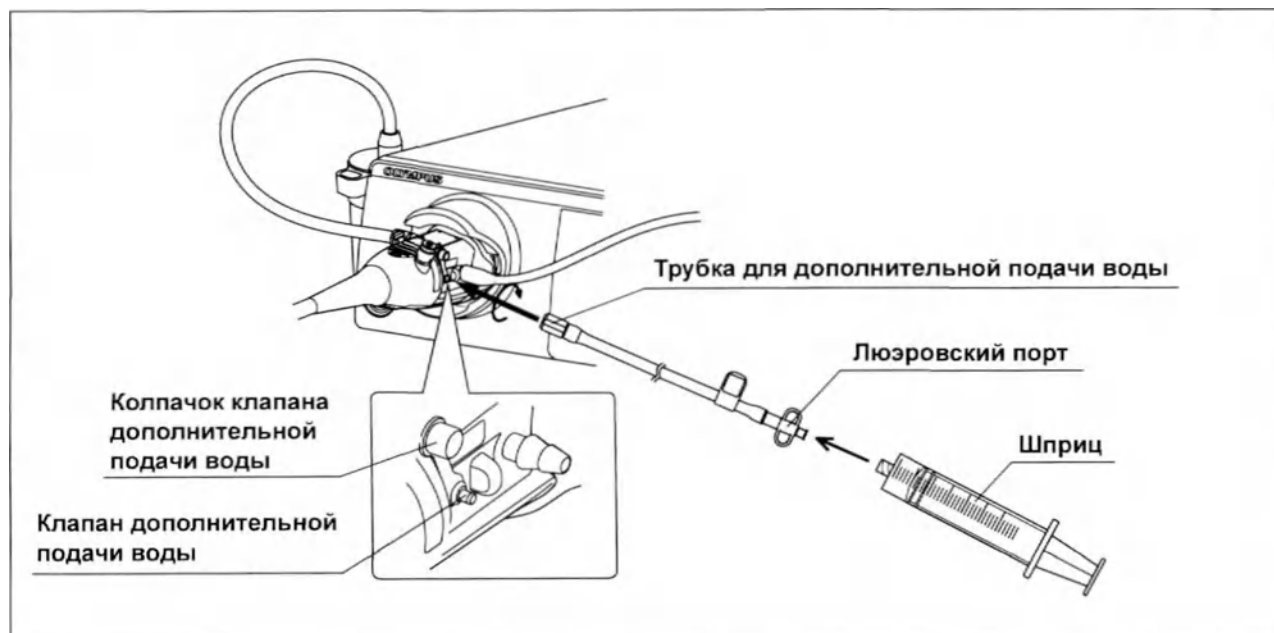

Рис. 5.8
- 3 Заполните водой и присоедините к люэровскому порту трубки для дополнительной подачи воды чистый шприц объемом 30 мл, промойте канал дополнительной подачи воды, используя 30 мл воды. (см. рис. 5.8)